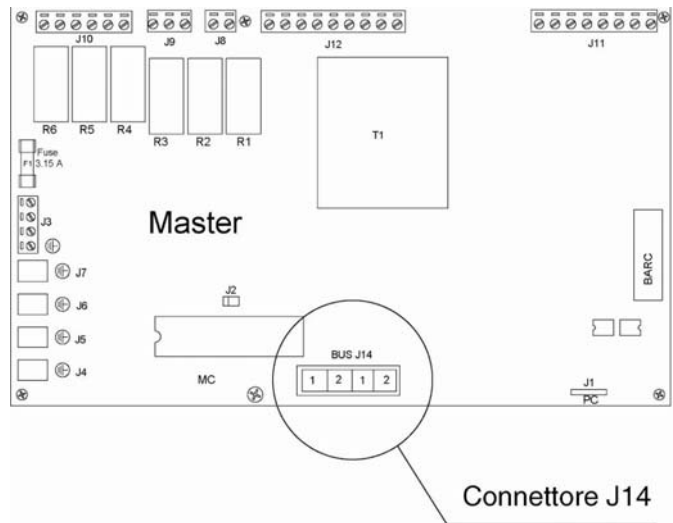

Figura 17: scheda "master"; connettore J14
- a) Disconnettere il connettore J14 a 4 poli dalla scheda Master (vedi Figura 17)